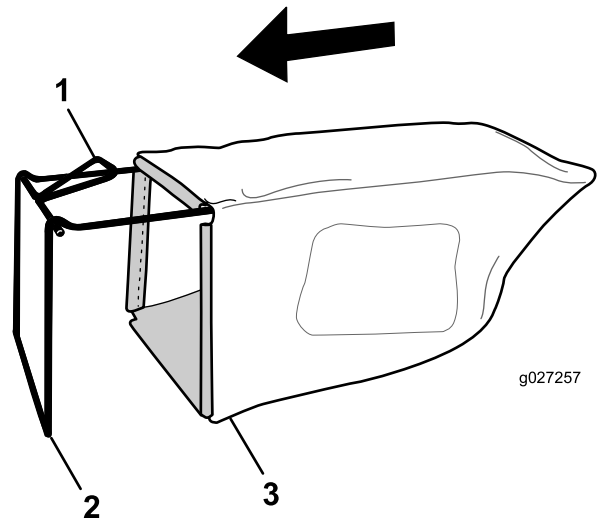

Figure 8
1. Glissez le bac sur l'armature, comme montré à la Figure 8.
Remarque: Ne faites pas passer le bac sur le guidon (Figure 8).